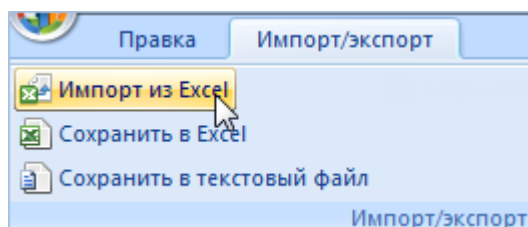

Рис. 13-339 – Импорт отказов из файла Excel
2) Выбрать в рабочем окне «Отказы» папку, в которую будут добавлены данные из файла, и нажать кнопку «Импорт из Excel» панели «Правка» (рис. 13-339).